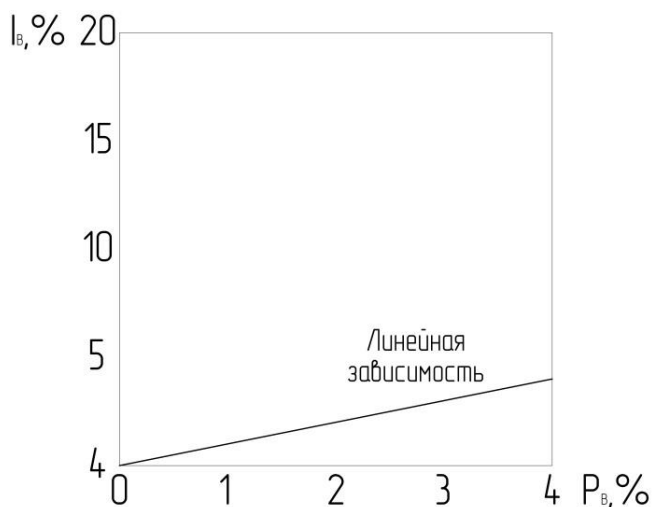

Рисунок 19 – График «ЛИН»
- При помощи кнопок «↑» и «↓» выбрать один из режима выходного сигнала: «ЛИН» - пропорционально дифференциальному давлению (рисунок 19 и 20),